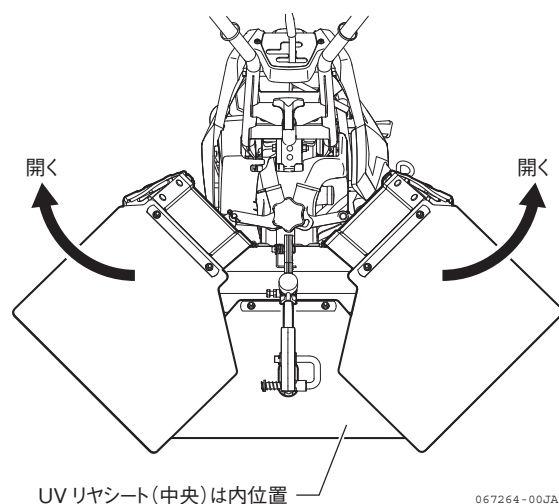

図 3-37
2. UVリヤシート（中央）を両側のリヤシートの内位置にします。（図 3-37）